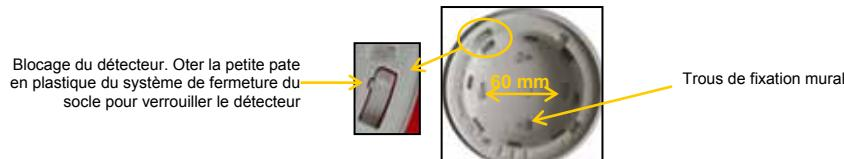

Figure 6 – Verrouillage du détecteur et positionnement des vis
2) Installer et fixer la base à l'emplacement souhaité à l'aide des vis fournies (Figure 5 et Figure 6).
Le socle du détecteur de fumée sans fil dispose d'un système de verrouillage. Pour verrouiller le détecteur sur son socle, couper la petite patte en plastique sur le système de fermeture du socle (figure 6).